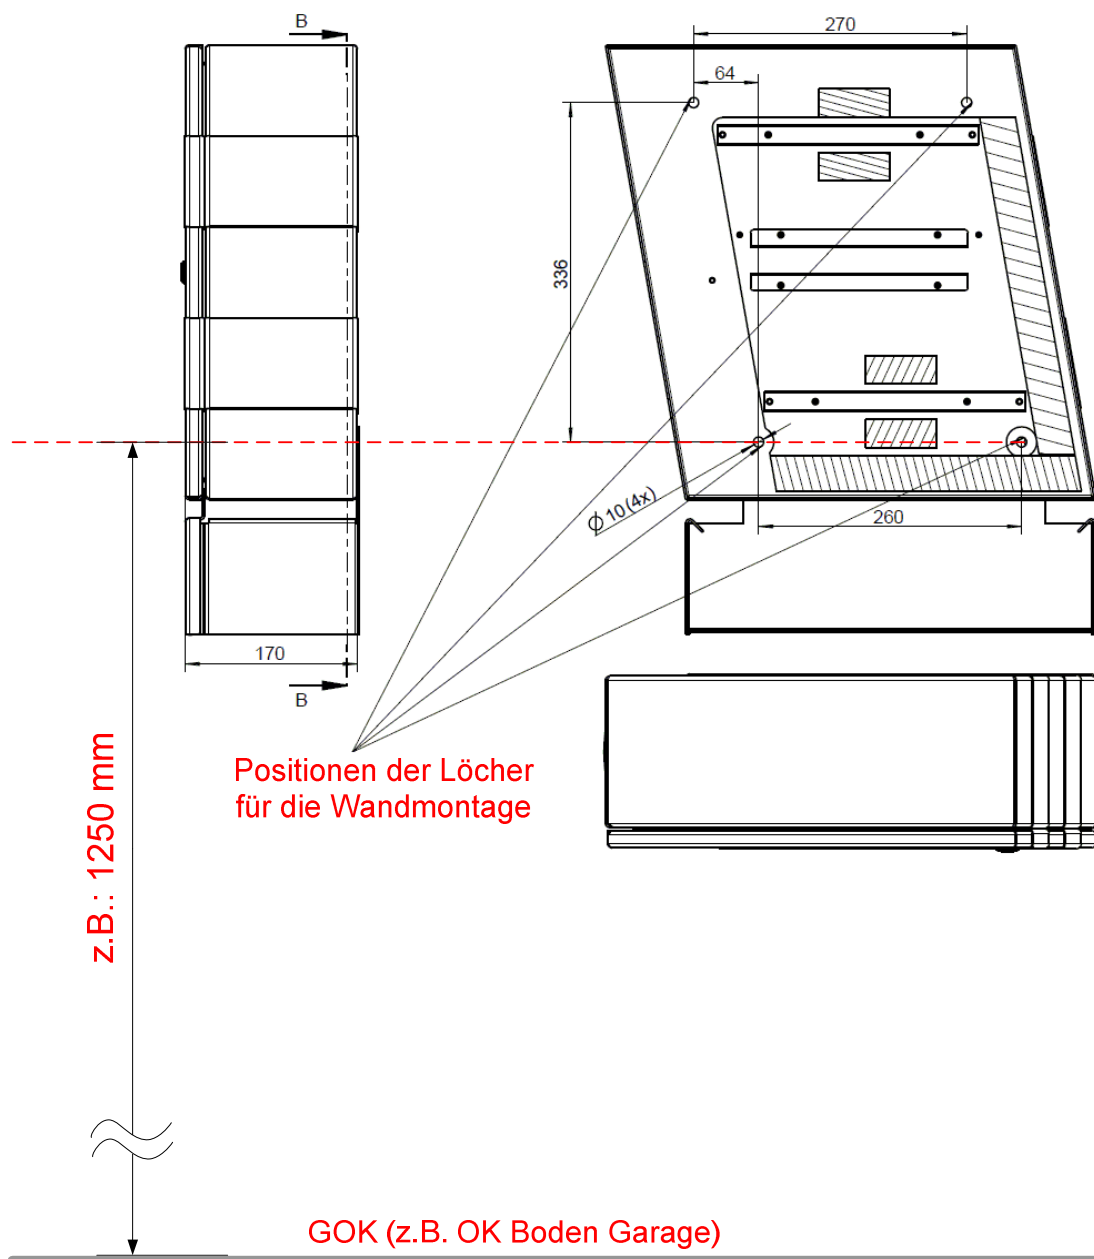

Abbildung 5: Position Befestigungslöcher für Wandmontage
- Dafür sind die vier Positionen für Bohrlöcher gemäß der Maße von Abbildung 5 auf der Wand anzuzeichnen.